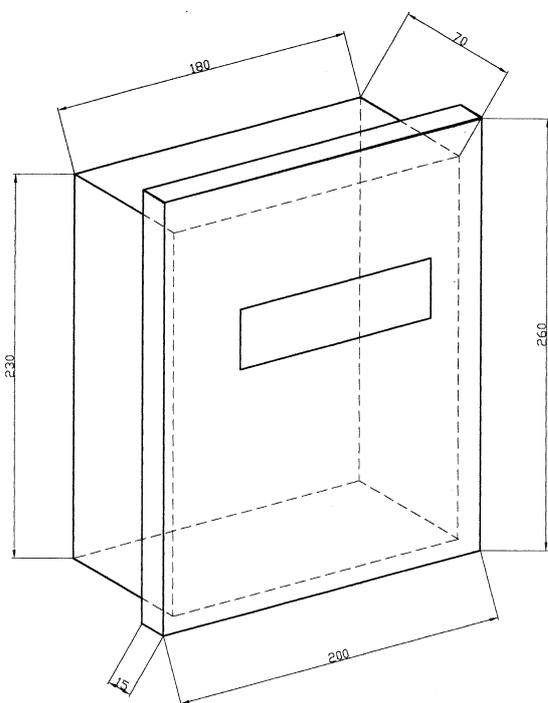
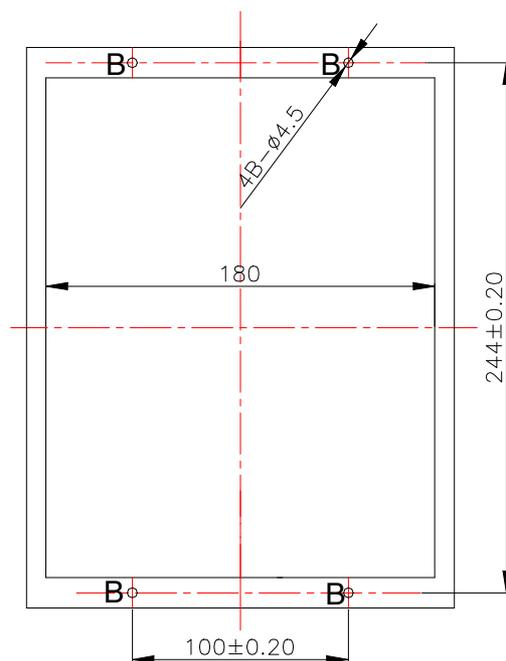

图 1
图 2
8.1.1 温控箱（如图 1）底盒立于支架（如图 2）的两个同一水平面的平台上，此时底盒底板上的三个 A 孔（ $\phi 4.5$ ）与支架上对应着 3 个 A 孔（ $5 \times 8$ ）相重合；
8.2.1 在温控箱的被嵌入体表面按图 2 相应尺寸开出一个  $232 \times 182\text{mm}$  的长方孔和 4 个 B 安装孔尺寸一致的 4 个孔；